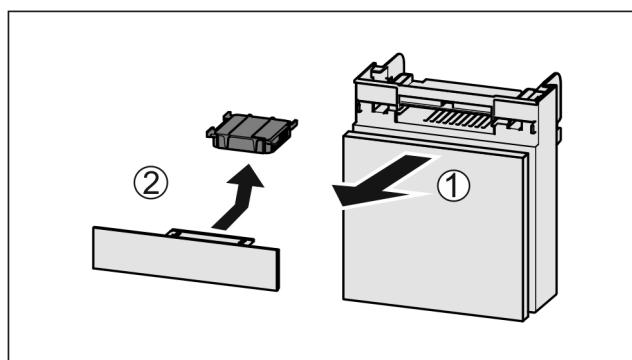

Fig. 87
- ▶ Pretinac izvucite Fig. 87 (1) prema naprijed.
- ▶ Izvadite filter s aktivnim ugljenom Fig. 87 (2).